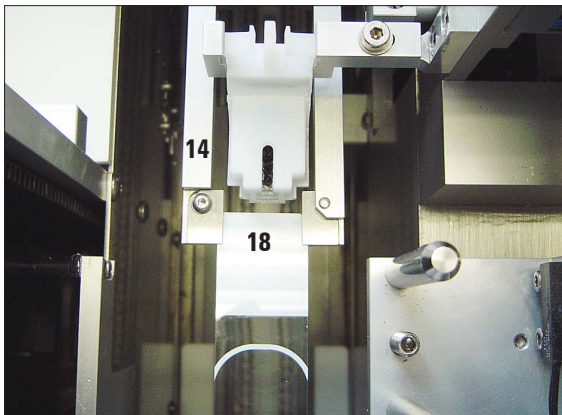

Fig. 22
- Per concludere, verificare che la pinza (14) non collida con il pulisci-ugello durante il suo movimento e/o quello del vetrino portaoggetto trasportato (18) (Fig. 22).